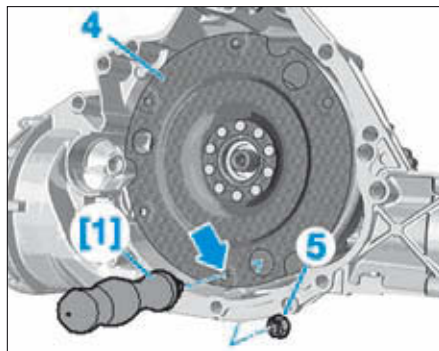
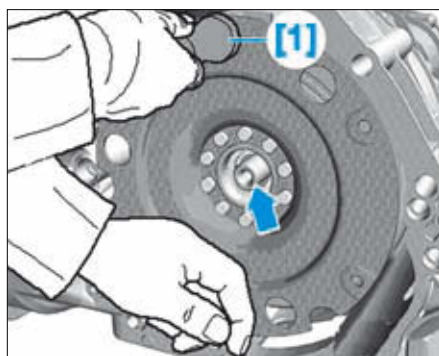

FIG. 4
FIG. 5
- [1], Extracteur (réf Audi : T40176) (Fig.4).
- Positionner l'outil [1] sur le module d'embrayage (4) à l'aide de l'écrou (5) (Fig.4) et le tourner vers le haut (Fig.5).
- Retirer le module d'embrayage de l'arbre primaire (flèche) sans le coincer (Fig.5).
- Nettoyer l'arbre primaire (flèche) (Fig.5).
- Dévisser l'outil [1] du module d'embrayage (4) (Fig.4).